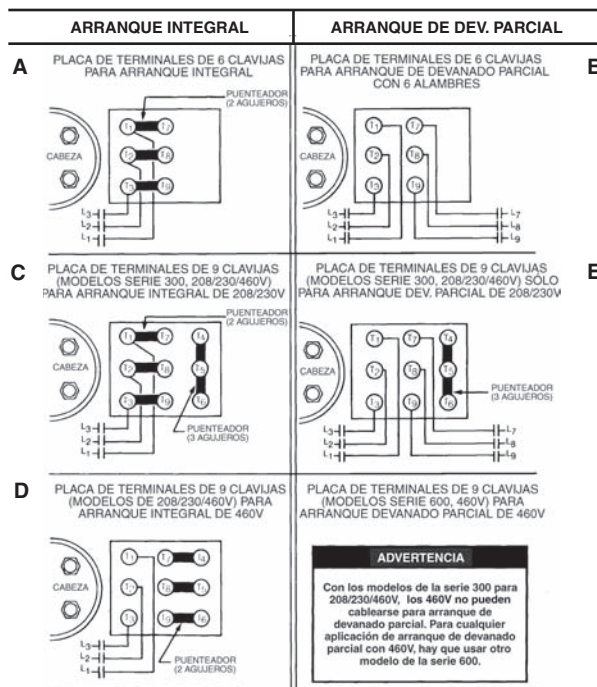

FIGURA 1
**PRECAUCIÓN:** No cargue aceite a través del tubo de succión ni a través de los accesorios de acceso de succión del compresor. Véanse las Figura 1 y 2, donde se indica el puerto recomendado para cargar aceite. El agregar aceite al lado de succión del compresor puede causar daños en las válvulas de succión/expulsión, pistones y/o bielas de conexión.
Antes de cablear las conexiones, consulte el diagrama de cableado ubicado al interior de la caja de terminales del compresor así como en la Figura 1 mostrada abajo.
Las (3) barras puenteadoras que se entregan junto con el compresor sólo se requieren para el arranque integral de 3 alambres, donde las barras puenteadoras se instalan directamente en los pernos de terminales conectando T1 y T7, T2 y T8 así como T3 y T9, tal como se muestra en la Figura 1-A.
D. Arranque integral o de devanado parcial de 6 alambres (Figura 1-B):
E. Para el arranque integral 208/230V-3-60 ó 200V-3-50 de 9 clavijas, conecte las barras puenteadoras de la siguiente manera (Figura 1-C):
1. Instale las (3) barras puenteadoras de cobre con 2 agujeros para conectar los terminales 1 y 7, 2 y 6, así como 3 y 9.
7. Instale las (9) tuercas de seguridad (incluidas en este juego) en los pernos de terminales para asegurar las conexiones entre las barras puenteadoras y los cables. Apriete las tuercas de seguridad con un par de torsión máximo de 12 lb-ft (16 Nm).
F. Para el arranque de devanado parcial 208/230V-3-60 ó 200V-3-50 de 9 clavijas, conecte las barras puenteadoras de la siguiente manera (Figura 1-D):
6. Instale las (9) tuercas de seguridad (incluidas en este juego) en los pernos de terminales para asegurar las conexiones entre la barra puenteadora y los cables. Apriete las tuercas de seguridad con un par de torsión máximo de 12 lb-ft (16 Nm).
G. Para el arranque integral 460V-3-60 ó 400V-3-50 de 9 clavijas, conecte las barras puenteadoras de la siguiente manera (Figura 1-E):
1. Instale las (3) barras puenteadoras de cobre con 2 agujeros para conectar los terminales 7 y 4, 8 y 5, así como 9 y 6.
3. Instale las (9) tuercas de seguridad (incluidas en este juego) en los pernos de terminales para asegurar las conexiones entre las barras